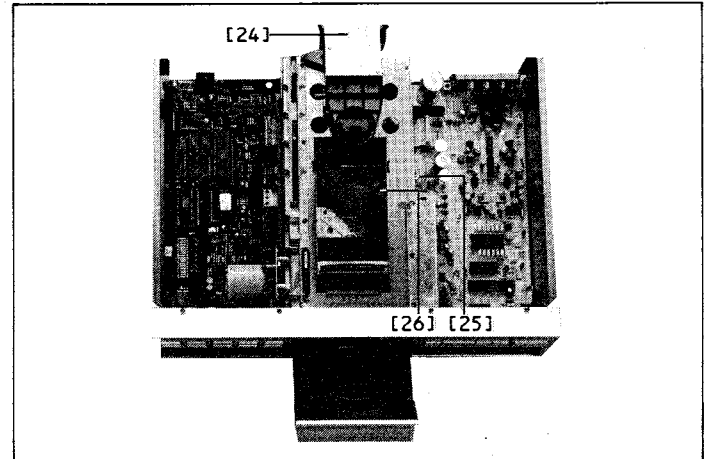
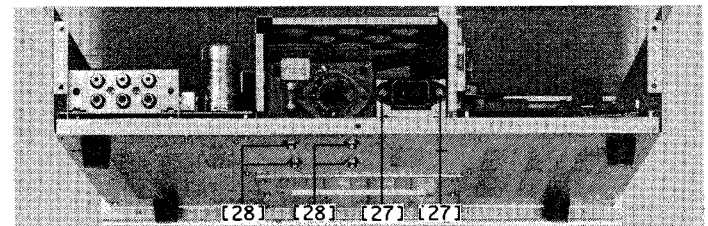
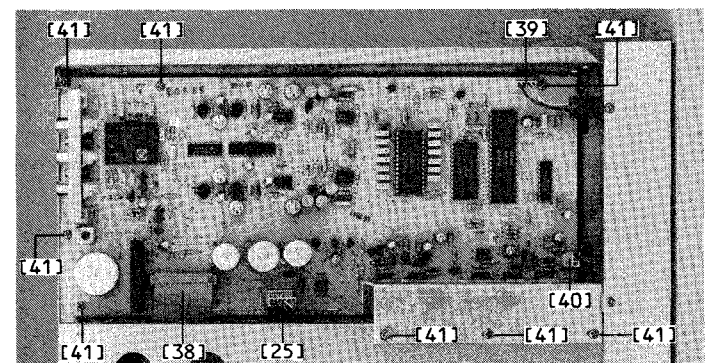

Fig. 2.9
Fig. 2.10
Fig. 2.12
-> Fig. 2.9 / Fig. 2.10
-> Fig. 2.9 / Fig. 2.12
→ Fig. 2.12 / Fig. 2.13